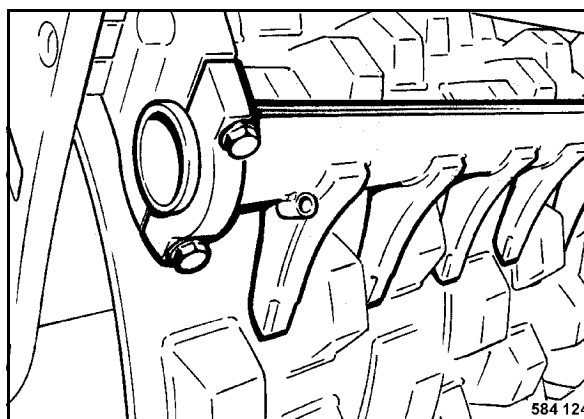

fig. 160
- Vérifier le réglage et l'état des racleurs (fig. 160), les régler si besoin ou remplacer les dents.